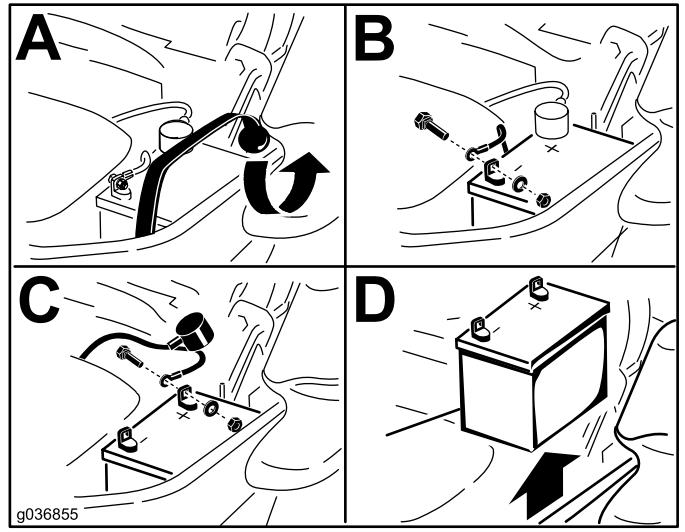

Figura 52
- Retire la batería según se muestra en la Figura 52.
4. Fije los cables con 2 pernos, 2 arandelas, y 2 contratuerca (Figura 52).
6. Fije la batería con la correa de goma (Figura 52).
1. Coloque la batería en la bandeja, con los bornes frente al depósito de aceite hidráulico (Figura 52).